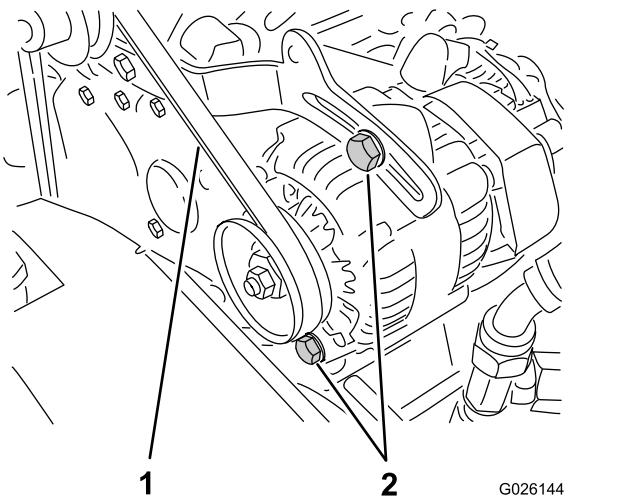

Рисунок 62
- Проверьте натяжение, надавив на ремень посередине между шкивами коленчатого вала и генератора с усилием 10 кг (Рисунок 62).
- Ослабьте 2 болта крепления генератора (Рисунок 62).
- С помощью рычага поверните генератор до достижения требуемого натяжения ремня, после чего затяните болты крепления (Рисунок 62).